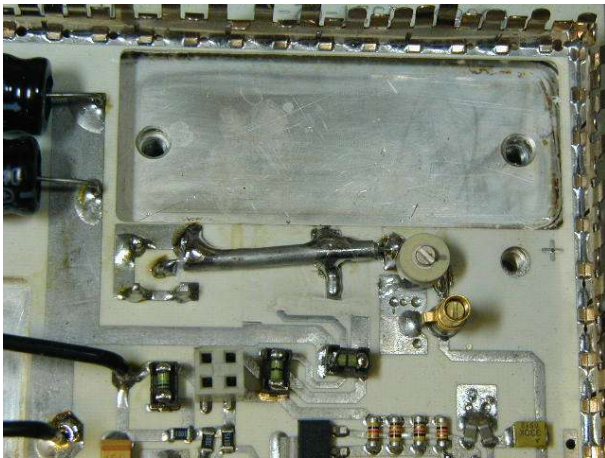

Bild 4 Einkoppelung
6. Spannungszuführende Leiterbahnen zum ausgebauten Modul mit einem Skalpell entfernen. Die durchkontaktierte Leiterbahn für Masse bleibt vorhanden. Siehe Bild 4.
7. Einen Einkoppel Trimmer ca. 3-20pf und eine Verbindung aus UT85 Festmantelleitung nach Bild 4 einbauen. Dieser Trimmer dient der Eingangsanpassung und der Entkoppelung der Basisvorspannung.